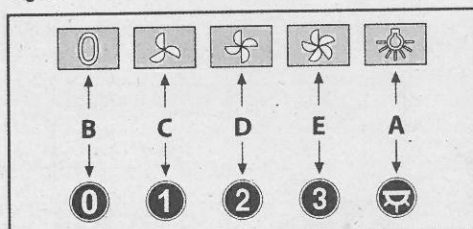

Fig.18
• **Comandos mecânicos (Fig.18)** a simbologia é indicada a seguir: